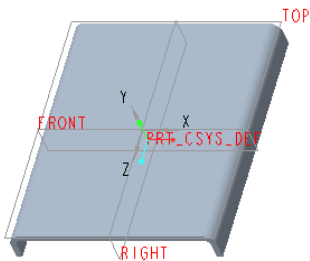
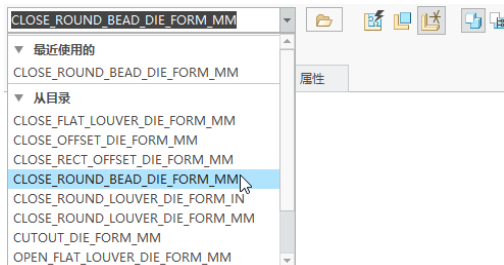

图 2-26 原始钣金件
图 2-27 选择标准凹模
(1) 在 Creo Parametric 4.0 用户界面的“快速访问”工具栏中单击  (打开) 按钮, 系统弹出“文件打开”对话框, 浏览并选择配套的 bj_2_3a.prt 文件, 单击“打开”按钮。该文件中存在着的原始钣金件如图 2-26 所示。
(2) 在功能区“模型”选项卡的“工程”组中单击“成型”下的 ▼ (下三角箭头) 按钮, 接着单击  (凹模) 按钮, 则在功能区中打开“凹模”选项卡。
(3) 在功能区“凹模”选项卡的“凹模模型”下拉列表框中选择系统凹模库中的 CLOSE_ROUND_BEAD_DIE_FORM_MM 标准凹模, 如图 2-27 所示。